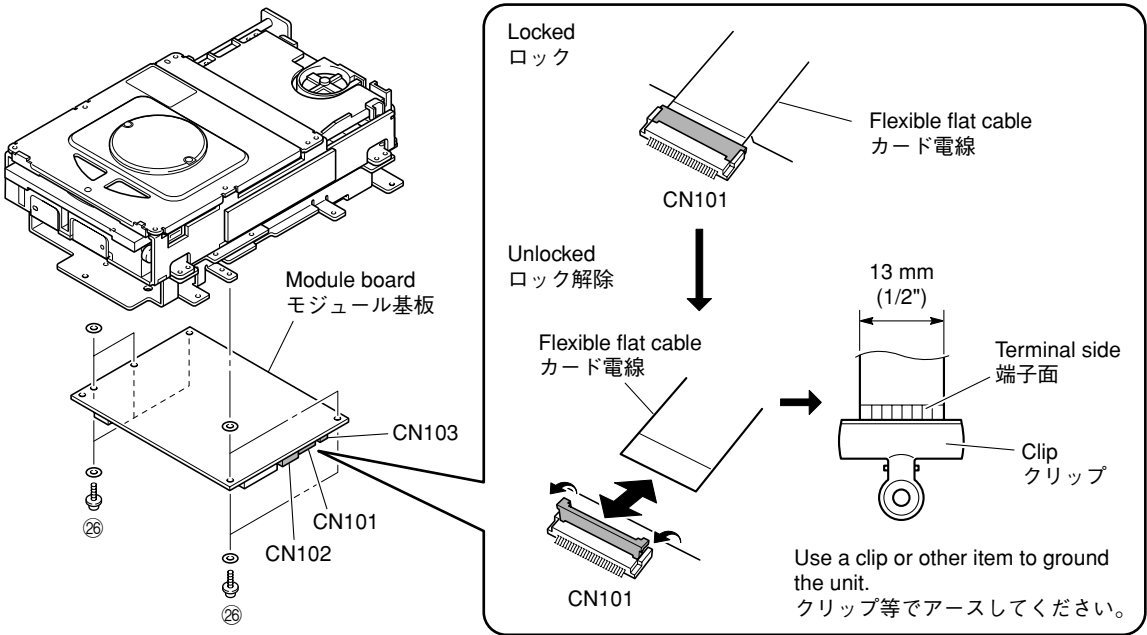

Fig. 10
- a. Remove CN102 and CN103. (Fig. 10)
- b. Unlock CN101 and then disconnect the flexible flat cable, and ground the terminal face of the flexible flat cable with a clip or the like. (Fig. 10)
- c. Remove 5 screws (26). (Fig. 10)
- d. Remove the module board. (Fig. 10)
- a. CN102-103を外します。(Fig. 10)
- b. CN101のロックを解除してカード電線を外します。次に外したカード電線のクリップ等で端子面をアースします。(Fig. 10)
- c. 26のネジ5本を外します。(Fig. 10)
- d. モジュール基板を取り外します。(Fig. 10)